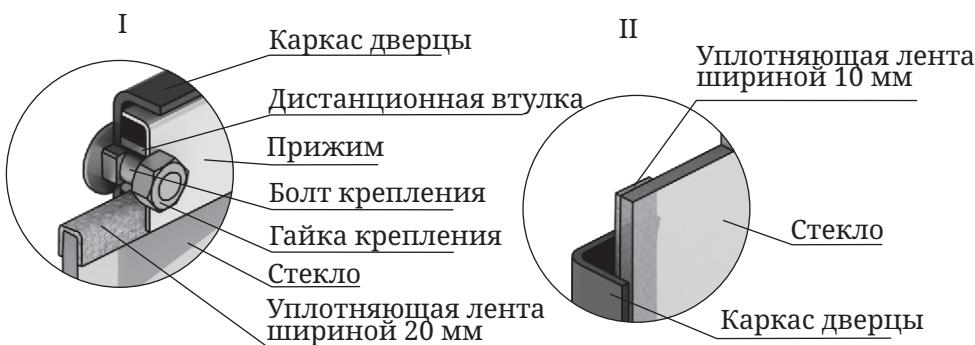

Рисунок 9. Крепление светорозрачного экрана дверцы модификации «Витра»
1. Отверните две гайки, фиксирующие прижим (рисунок 9.I), демонтируйте его и дистанционные втулки.
сверху и снизу стекла «П» - образно (рисунок 9.І), лента шириной 10 мм наклеивается вертикально, вдоль боковых сторон стекла (рисунок 9.ІІ).
4. Вставьте стекло в упор, при этом лента, наклеенная с боковых сторон (вертикальная) должна быть зажата между стеклом и каркасом дверцы (рисунок 9.ІІ).
Внимание! Гайки, крепящие прижим накручиваются на болты крепления через дистанционные втулки (рисунок 9.І).